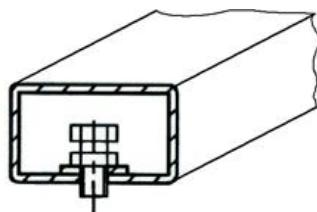

Рисунок 4.2
(1) После транспортирования или хранения станка при температуре воздуха ниже +5 °C, необходимо перед распаковкой выдержать станок при температуре (25±10) °C в течение не менее 4 часов.
4.2.2 Установить станок на ровное жесткое основание, допустимое отклонение основания от горизонтали – 0.5° (8 мм на 1 метр), так, чтобы все опоры станка касались основания. Это обеспечивается при помощи 2-х регулируемых опор (рисунок 4.2).